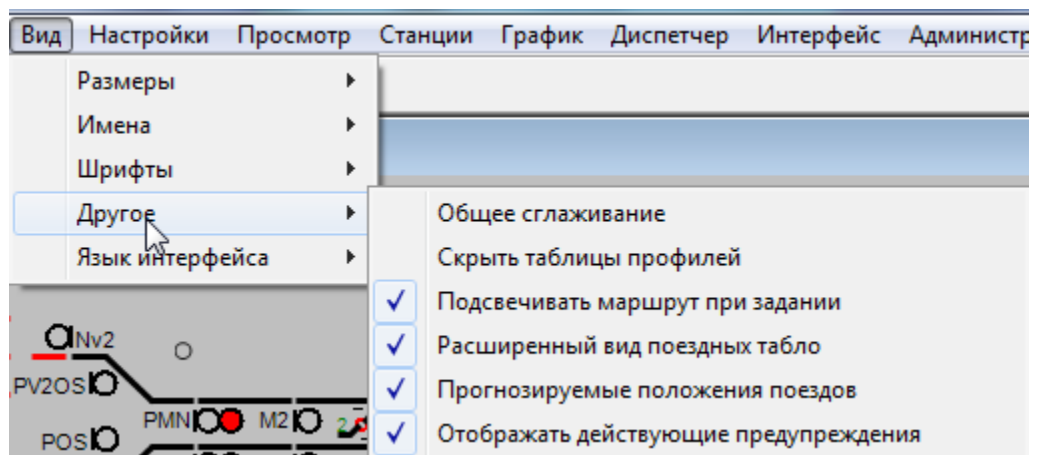

Рис. 318. Пункт меню «Вид» - подпункт «Другое»
- «Другое». Подпункт позволяет включать/отключать функцию сглаживания отображения элементов мнемосхемы. Галочка показывает, что функция сглаживания отображения элементов мнемосхемы включена.(см. рис. 318).